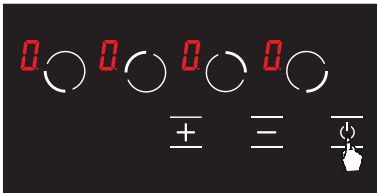

Abbildung 8
1. durch Berühren der Taste kann der Herd eingeschaltet werden. (siehe Abb. 8)